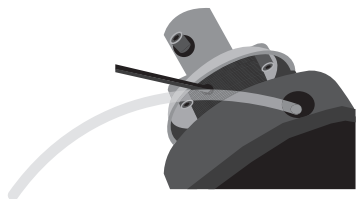

Fig. 3
- ▶ Accertarsi che l'estensione della protezione del rifinitore sia montata sulla protezione del rifinitore (Fig. 3).
- ▶ Montare il disco di trasmissione (B) sull'albero di uscita.
- ▶ Inserire un perno di bloccaggio (C) nel foro per bloccare l'albero.